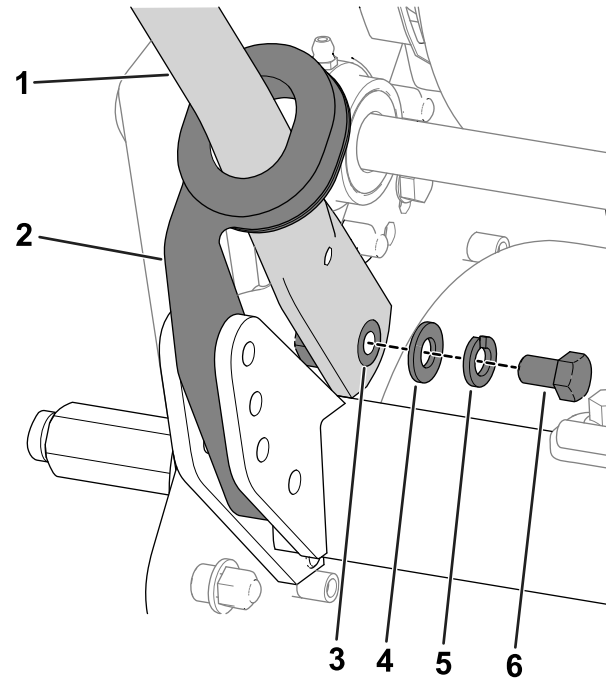

Bild 4
4. Drücken Sie die Holmenden nach innen und bauen Sie sie in die Befestigungsstifte ein (Bild 4).
5. Befestigen Sie den Griff mit den vorher entfernten Schrauben (3/8"), Scheiben und Sicherungsscheiben an den Befestigungsstiften (Bild 4).